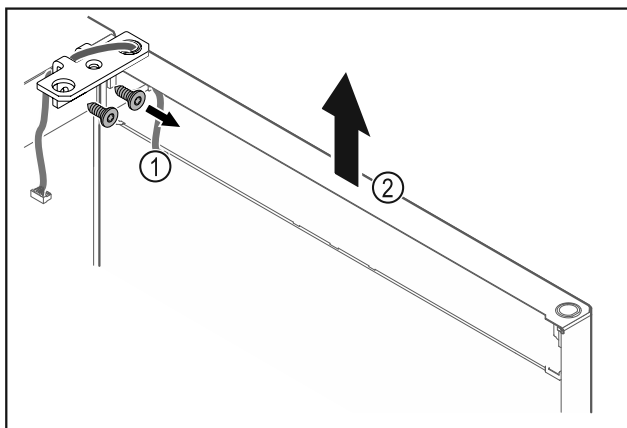

Fig. 18
- ▶ Odšroubujte úhelník závěsu Fig. 18 (1).
- ▶ Zvedněte dvířka včetně úhelníku závěsu Fig. 18 (2) přibližně 200 mm rovně směrem nahoru a vyjměte je.